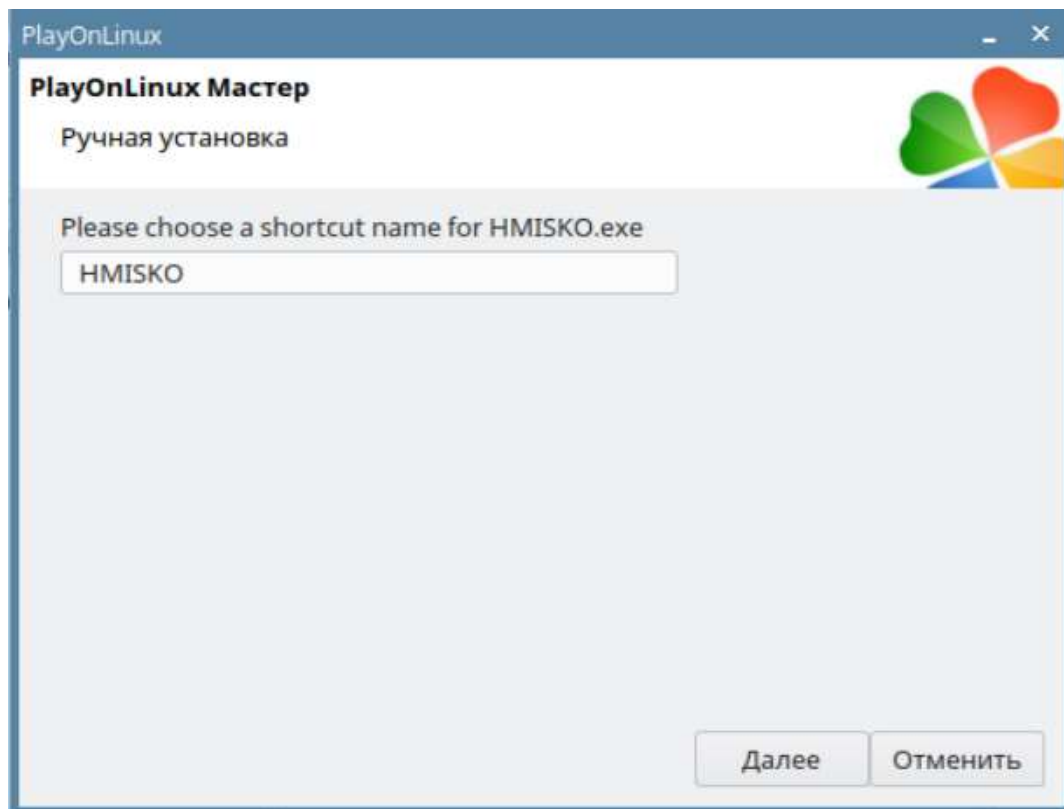

Рис. 9.44 Укажите название ярлыка
21. Введите название ярлыка для приложения HMISKO (Рис. 9.44).